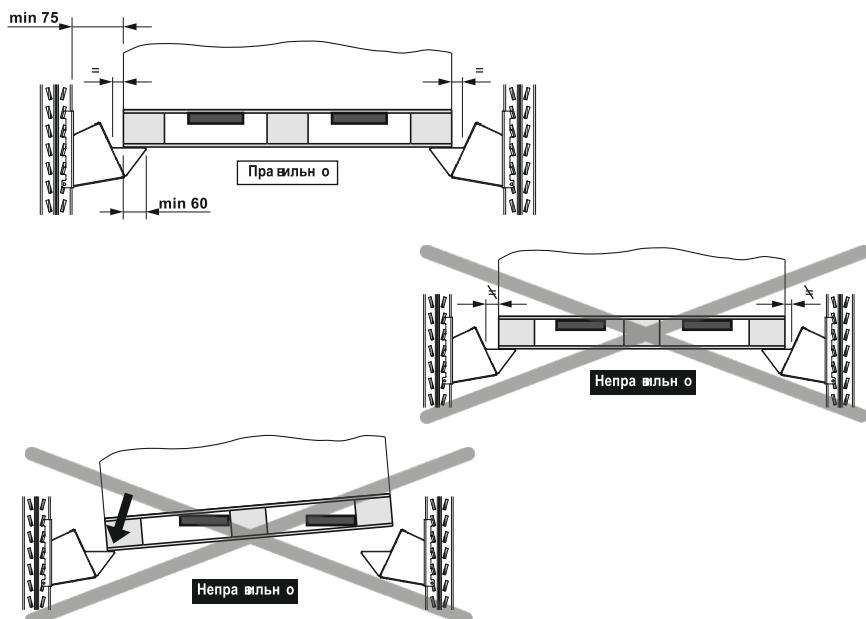

Рисунок 13 - Установка поддона на ложементы
- Не допускается установка грузовой единицы в ячейке стеллажа со смещением к одной из его сторон (рис. 13);
Перед установкой грузовой единицы в стеллаж её необходимо устойчиво расположить на вилах. Не допускается установка на ложементы грузовой единицы под наклоном (один край поддона перевешивает другой). Это может стать причиной повреждения одного из ложементов (рис. 13);